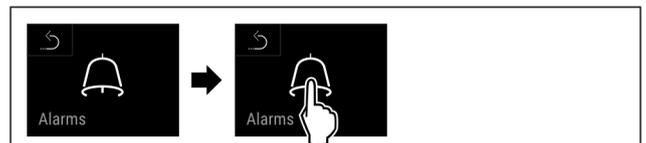

Fig. 139
- u Handlungsschritte (siehe Fig. 139) durchführen.